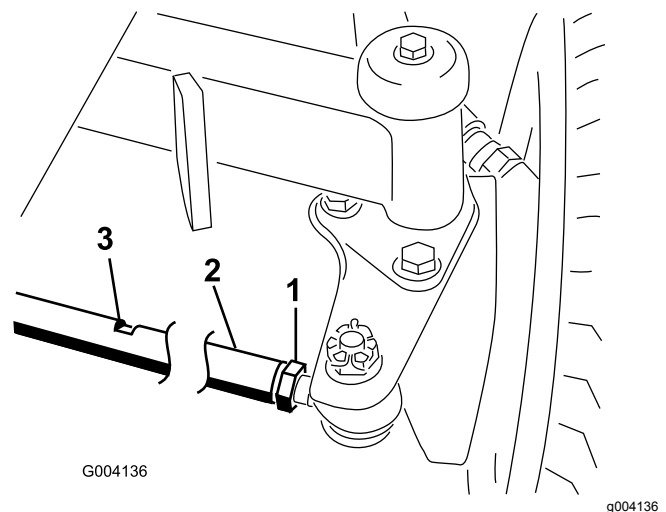

Figura 93
2. Afloje las contratuercas de ambos extremos del tirante (Figura 93).